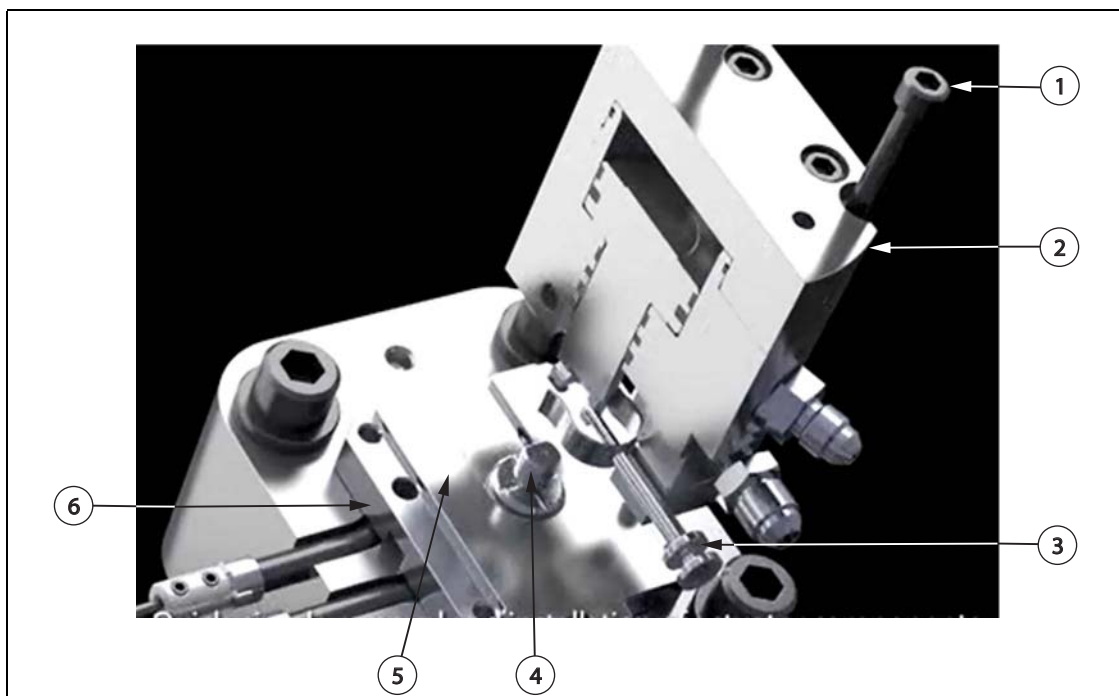

图 6-9 拆卸 / 安装执行器
3. 拔出弹簧销，使其从阀针上脱离。参见图 6-9。
4. 拧松执行器外周上的螺钉。参见图 6-9。
6. 取下执行器外周上的螺钉。参见图 6-9。
4. 将螺钉装在执行器的外周，但是不要拧紧。参见图 6-9。
6. 推进弹簧销，使其与阀针啮合。参见图 6-9。
5. 拔出弹簧销，使其从阀针上脱离。参见图 6-9。
5. 将螺钉装在执行器的外周，但是不要拧紧。参见图 6-9。